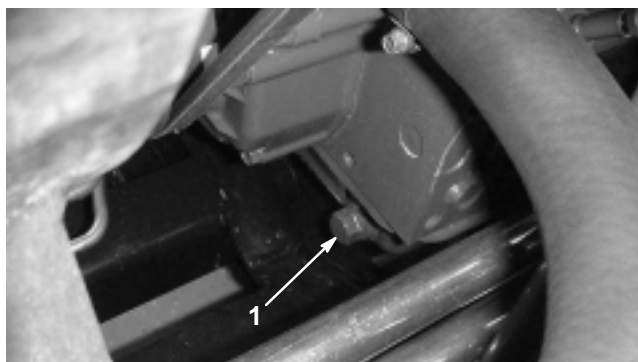

Figure 31
1. Retirez le bouchon de vidange arrière (Fig. 31) et laissez s'écouler l'huile dans un bac de vidange. Remettez le bouchon quand toute l'huile s'est écoulée.